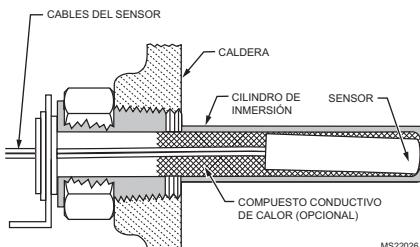

Fig. 5. Instalación del sensor de reemplazo.
- Introduzca el sensor en el cilindro, tal como se muestra en la Fig. 5. (Si lo desea, distribuya el compuesto conductor de calor en el tubo antes de insertar el sensor, tal como se indica en Instalación nueva).
- Asegúrese de que el sensor esté completamente asentado en la parte inferior del cilindro (Fig. 5). Si es necesario, utilice un lápiz pequeño para medir la profundidad del sensor en el cilindro.